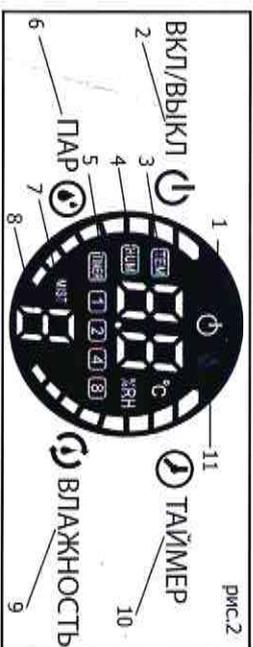

рис.2
4.2. Панель управления и LED-дисплей (рис. 2)